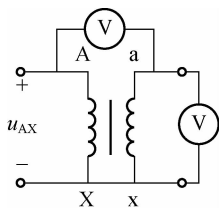

图 3-13 用交流法测变压器的同名端
(1)交流法。如图 3-13 所示,把两个线圈的任意两端(X 和 x)连接,然后在 AX 上加一低电压  $u_{AX}$ ,测量  $U_{AX}$ 、 $U_{Aa}$ 、 $U_{ax}$ 。若  $U_{Aa} = |U_{AX} - U_{ax}|$ ,则说明 A 与 a、X 与 x 为同名端;若  $U_{Aa} = |U_{AX} + U_{ax}|$ ,则说明 A 与 x、X 与 a 为同名端。